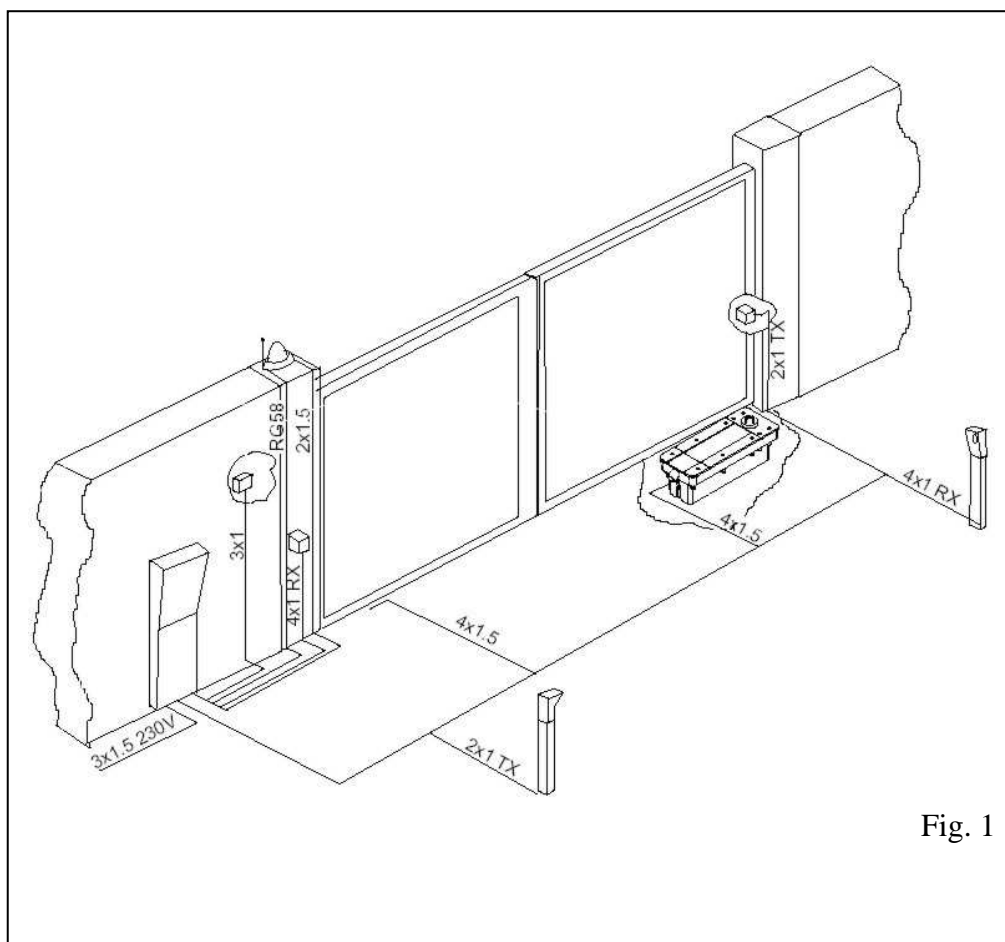
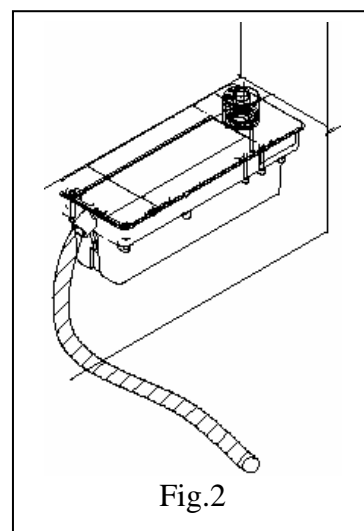
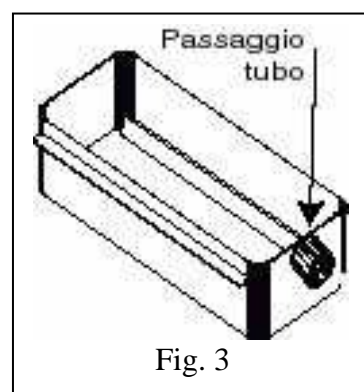

Fig. 1
Fig. 2
Fig. 3
Fixer le pivot guide sous le vantail en correspondance de l'extrémité intérieure du trou (vers les charnières) en cas de montage comme dans la Fig. 1, ou en correspondance de l'extrémité extérieure du trou en cas de montage comme dans la Fig. 2.
Der Operator kann auch außen Achse im Vergleich zur Türgelenke (Torachse), oder zusammen mit Ausgangswelle unter die Tür beim geschlossenen Tor (Bild.1), oder beim geöffneten Tor (Bild 2-3), beiden mit eine max. 140 mm. Außen-Achse, montiert werden.
Der Leitzapfen unter die Tür an der innere Endeöse (nach der Gelenk), wie ins Bild 1 gezeigt ist, oder an der äußere Endeöse, wie ins Bild 2, befestigen.
El operador puede ser instalado por fuera del eje con respecto de las bisagras de la hoja (eje cancela), o junto a el árbol de salida debajo de la hoja con cancela cerrada (Fig.1), o debajo de la hoja con cancela abierta (Fig.2-3), con un fuera de eje max. de 140 mm.
Fijar el perno guía debajo de la hoja, en correspondencia del final interior de la ventana (hacia las bisagras) en caso de montaje como en Fig. 1, o en correspondencia del final exterior de la ventana en caso de montaje como en Fig.2.
To arrange electrical connections use following cables (see Fig.1):
The wrinkled tube shall be plugged in the appropriate passage present on motor (Fig.2). If you use a foundation box, let enter the wrinkled tube in the proper passage (Fig.3).
Pour la prédisposition des branchements électriques on doit utiliser les câbles suivants (Fig. 1) :
Le tube plissé doit être inséré dans son entrée présente sur le moteur (Fig.2)
Si on utilise la boîte de fondation, le tube plissé doit passer dans son passage prévu (Fig. 3).
Für die Vorbereitung den elektrischen Verbindungen benutzen diese Kabeln (siehe Bild 1) :
Alle Kabeln sollen mit Schutzmanteln, die auf Boden und Torsäule gelegen sollen, gesichert sein (gerunzelten Rohr für elektrischen Anlage). Der gerunzelten Rohr soll in geeigneten Motoreingriff eingefügt sein. (Bild 2).
Ob die Fundamentsgehäuse benutzt wird, soll der gerunzelten Rohr in den bestimmten Rohrdurchgang gesteckt sein (Bild 3).
Por la predisposición de la conexión eléctrica utilizar los cables siguientes ( veer Fig.1) :
El tubo arrugado debe ser introducido en la embocadura apropiada presente en el motor (Fig.2).
Si se utiliza la caja de fundación pasar el tubo arrugado en el pasaje tubo idóneo (Fig.3).
3. Turn the lever (Fig. 1)
3. Tourner le levier (Fig. 1).
**(D) NOTHANDHABUNG**
Der Hebel umdrehen (Bild 1 – Fig.1).
Dar vuelta a la palanca (Fig.1).